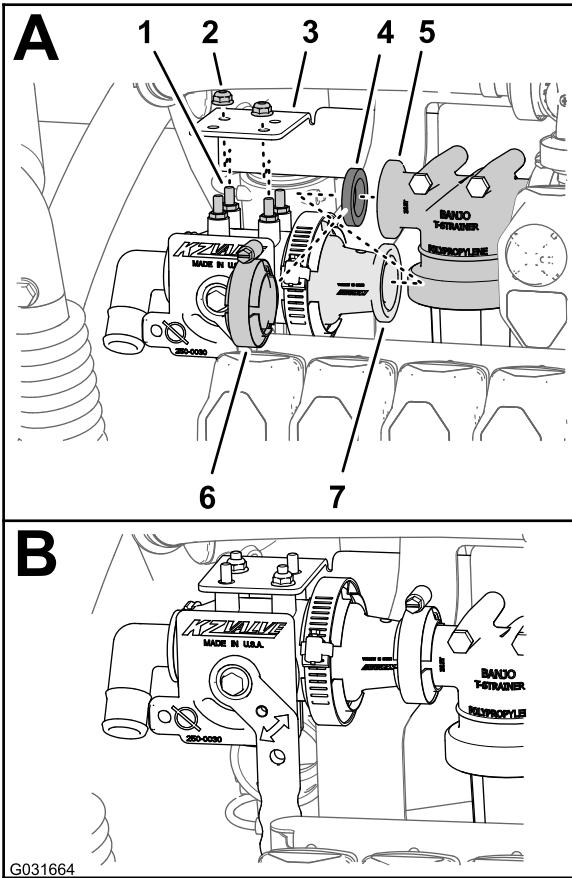

Bild 223
1. Fluchten Sie die Dichtung mit dem Flansch des Filterkopfes aus (Bild 223).
2. Fluchten Sie die Bolzen des Flüssigkeitabstellventils (Toro Bestellnummer 130-7324) mit den vier Löchern in der Befestigung des Abstellventils (Toro Bestellnummer 131-3725-03) und den Flanschadapter des Flüssigkeitabstellventils mit dem Flansch des Filterkopfs und der Dichtung aus (Bild 223).
3. Befestigen Sie das Flüssigkeitabstellventil mit zwei Sicherungsbundmuttern (1/4") (Toro Bestellnummer 119-6897) an zwei diagonal ausgefluchteten Bolzen des Flüssigkeitabstellventils an der Befestigung des Abstellventils, wie in Bild 223 abgebildet.